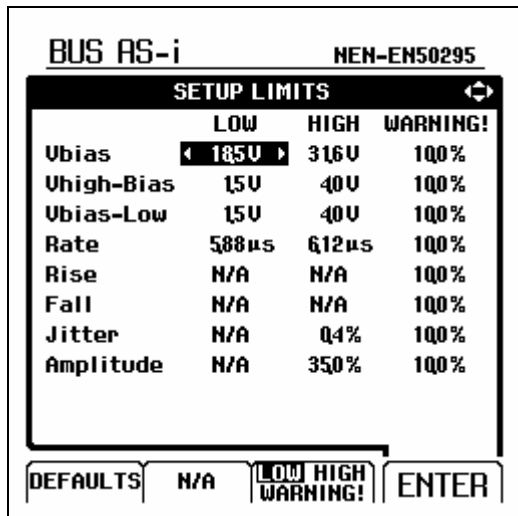

Figura 4-5. Pantalla de menú de límites de configuración
-  En la pantalla de medidas, abra el menú SETUP LIMITS. Verá una pantalla como la que se muestra en la figura 4-5. El tipo de bus se indicará en el encabezado de la pantalla.